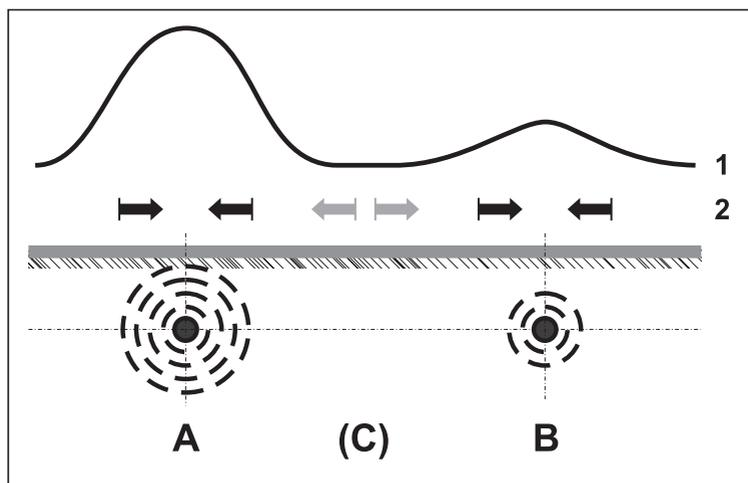

Fig. 28: Situação de localização no caso de linhas lado a lado
A fig. 28 mostra uma situação de localização, na qual existe uma outra linha B junto à linha A a ser localizada. A Linha A é alimentada diretamente. Sobre as duas linhas, o caminho do sinal (1) exhibe um máximo.